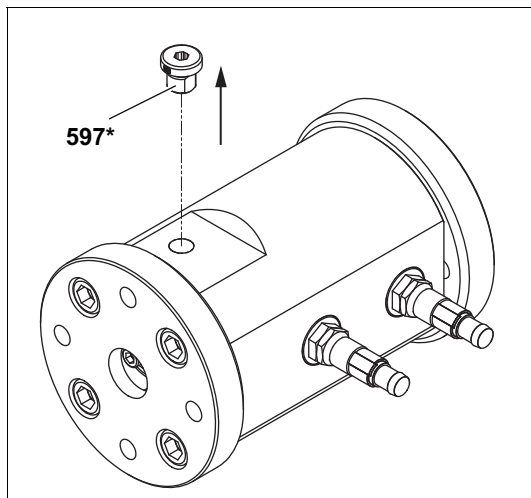

Fig. 9 Retirada del tornillo de cierre
1. Retire el tornillo de cierre **597***, véase Fig. 9, página 16.